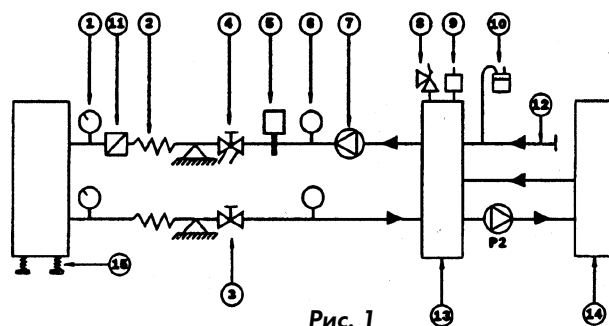

Рис. 1
- 7) Все остальные компоненты показаны на рис. 1.